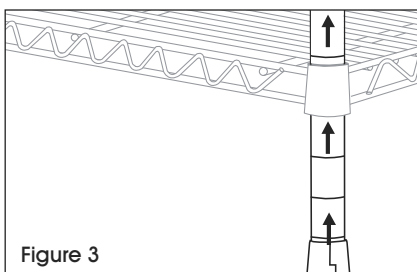

Figure 3
2. Insérez le montant en le passant sous la tablette jusqu'à ce que la tablette glisse fermement sur les supports. (Voir Figure 3)